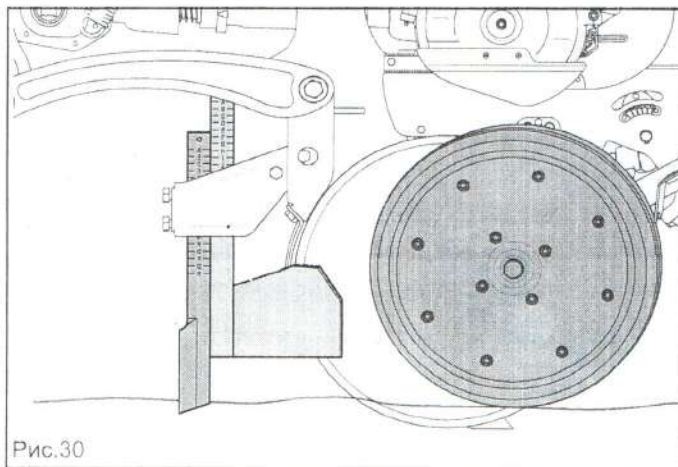

Рис.30
- Если почва компактная, облегчить проникновение дисков бороздоделателей элемента, глубже погрузив передний наконечник разбивателя комьев земли (Рис. 30).